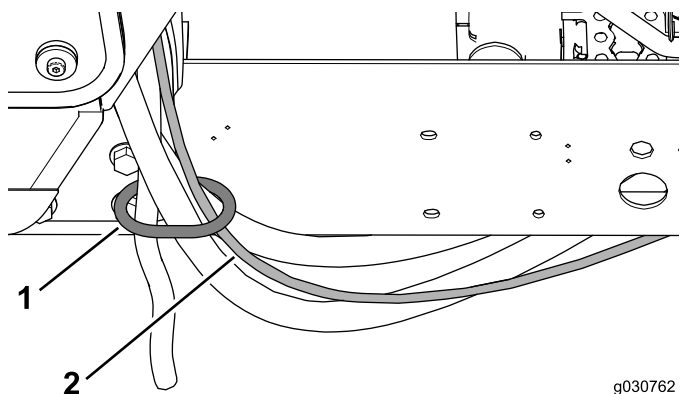

Figura 47
- Disponete il flessibile di lavaggio attraverso l'anello del flessibile sul supporto posteriore della cabina (Figura 47).